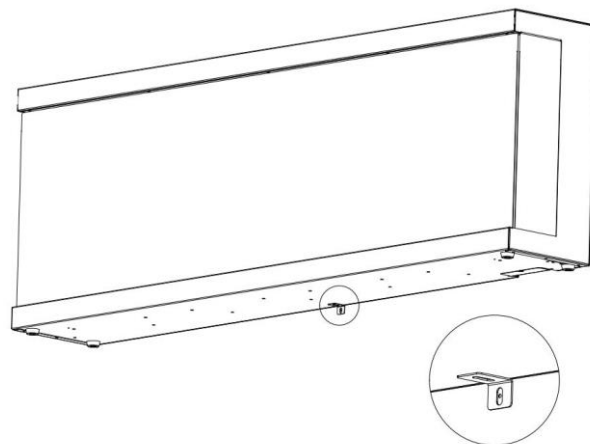

Fig 1-2
B. Utilice este tornillo para montar el soporte en forma de „L” (J) en el fondo de la chimenea. (**Fig. 1-2**)